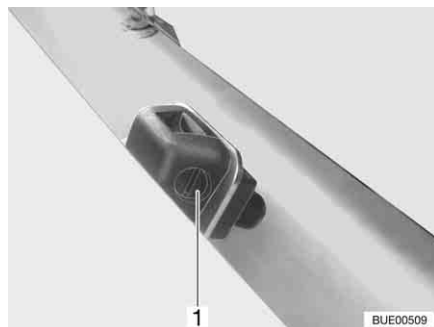

Fig. 41 Ugelli lavavetro
- Servendosi di un cacciavite appropriato, girare la vite di regolazione (Fig. 41,1) fino a raggiungere la posizione desiderata.